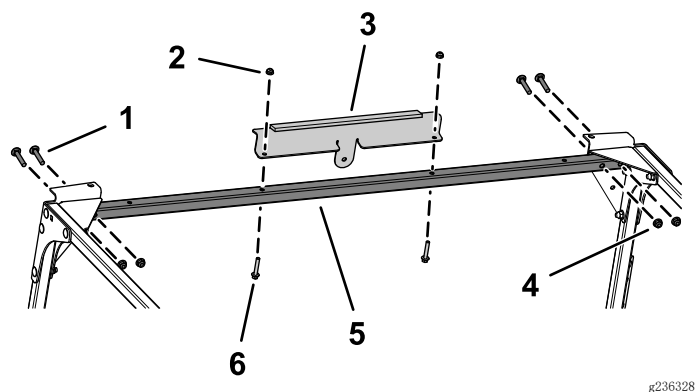

图11
10. 如图11所示，用 4 个托架螺栓 (5/16 x 1 1/4 英寸) 和 4 个凸缘螺母 (5/16 英寸) 将前交联松松地安装到前安装板和角撑板上。
11. 如图11所示，用 2 个六角凸缘螺栓 (1/4 x 1 1/2 英寸) 和 2 个凸缘螺母 (1/4 英寸)，将前支架安装到前交联上。